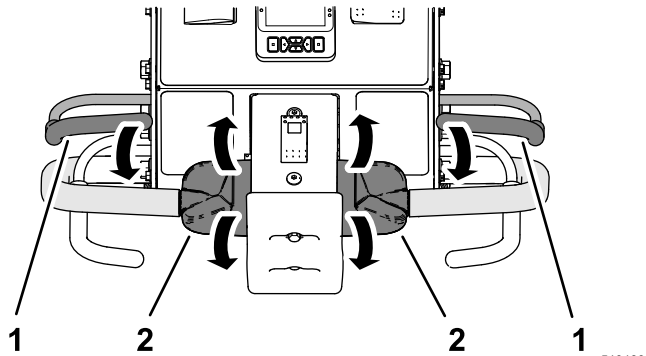

Figura 32
2. inei maneta pentru prezenta operatorului la bara de ghidare i rotii comanda traciunii (Figura 32) spre înainte sau rotii-o spre înapoi i pornii motorul.